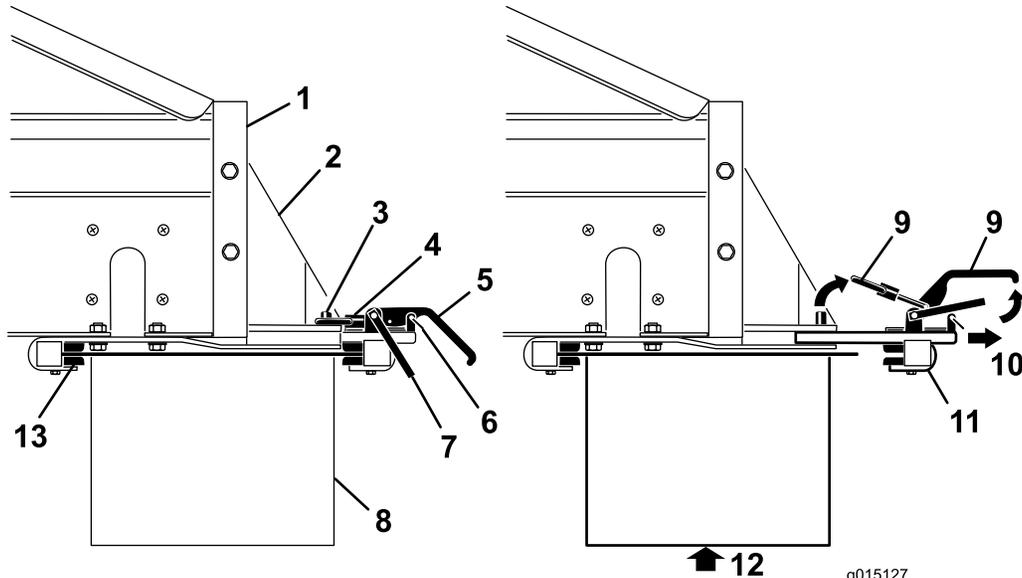

图37
6. 在他人协助下，将位于 MH-400 后部的上下交叉输送机/转盘的前端插入固定架前部的锁紧装置(图37)。
7. 在为交叉输送机/转盘提供支撑的同时，将后部附件连接锁紧组件滑入支架的槽内，并位于尾端上方(图37)。
9. 将安全门夹装回锁紧手柄 (图37)。
3. 卸下锁紧手柄 (图37)上的安全门夹。
4. 提起安全门，然后提起附件连接锁紧手柄，再从锁销中放开锁环 (图37)。
5. 将后部的附件连接锁紧组件滑出快速连接槽(图37)。